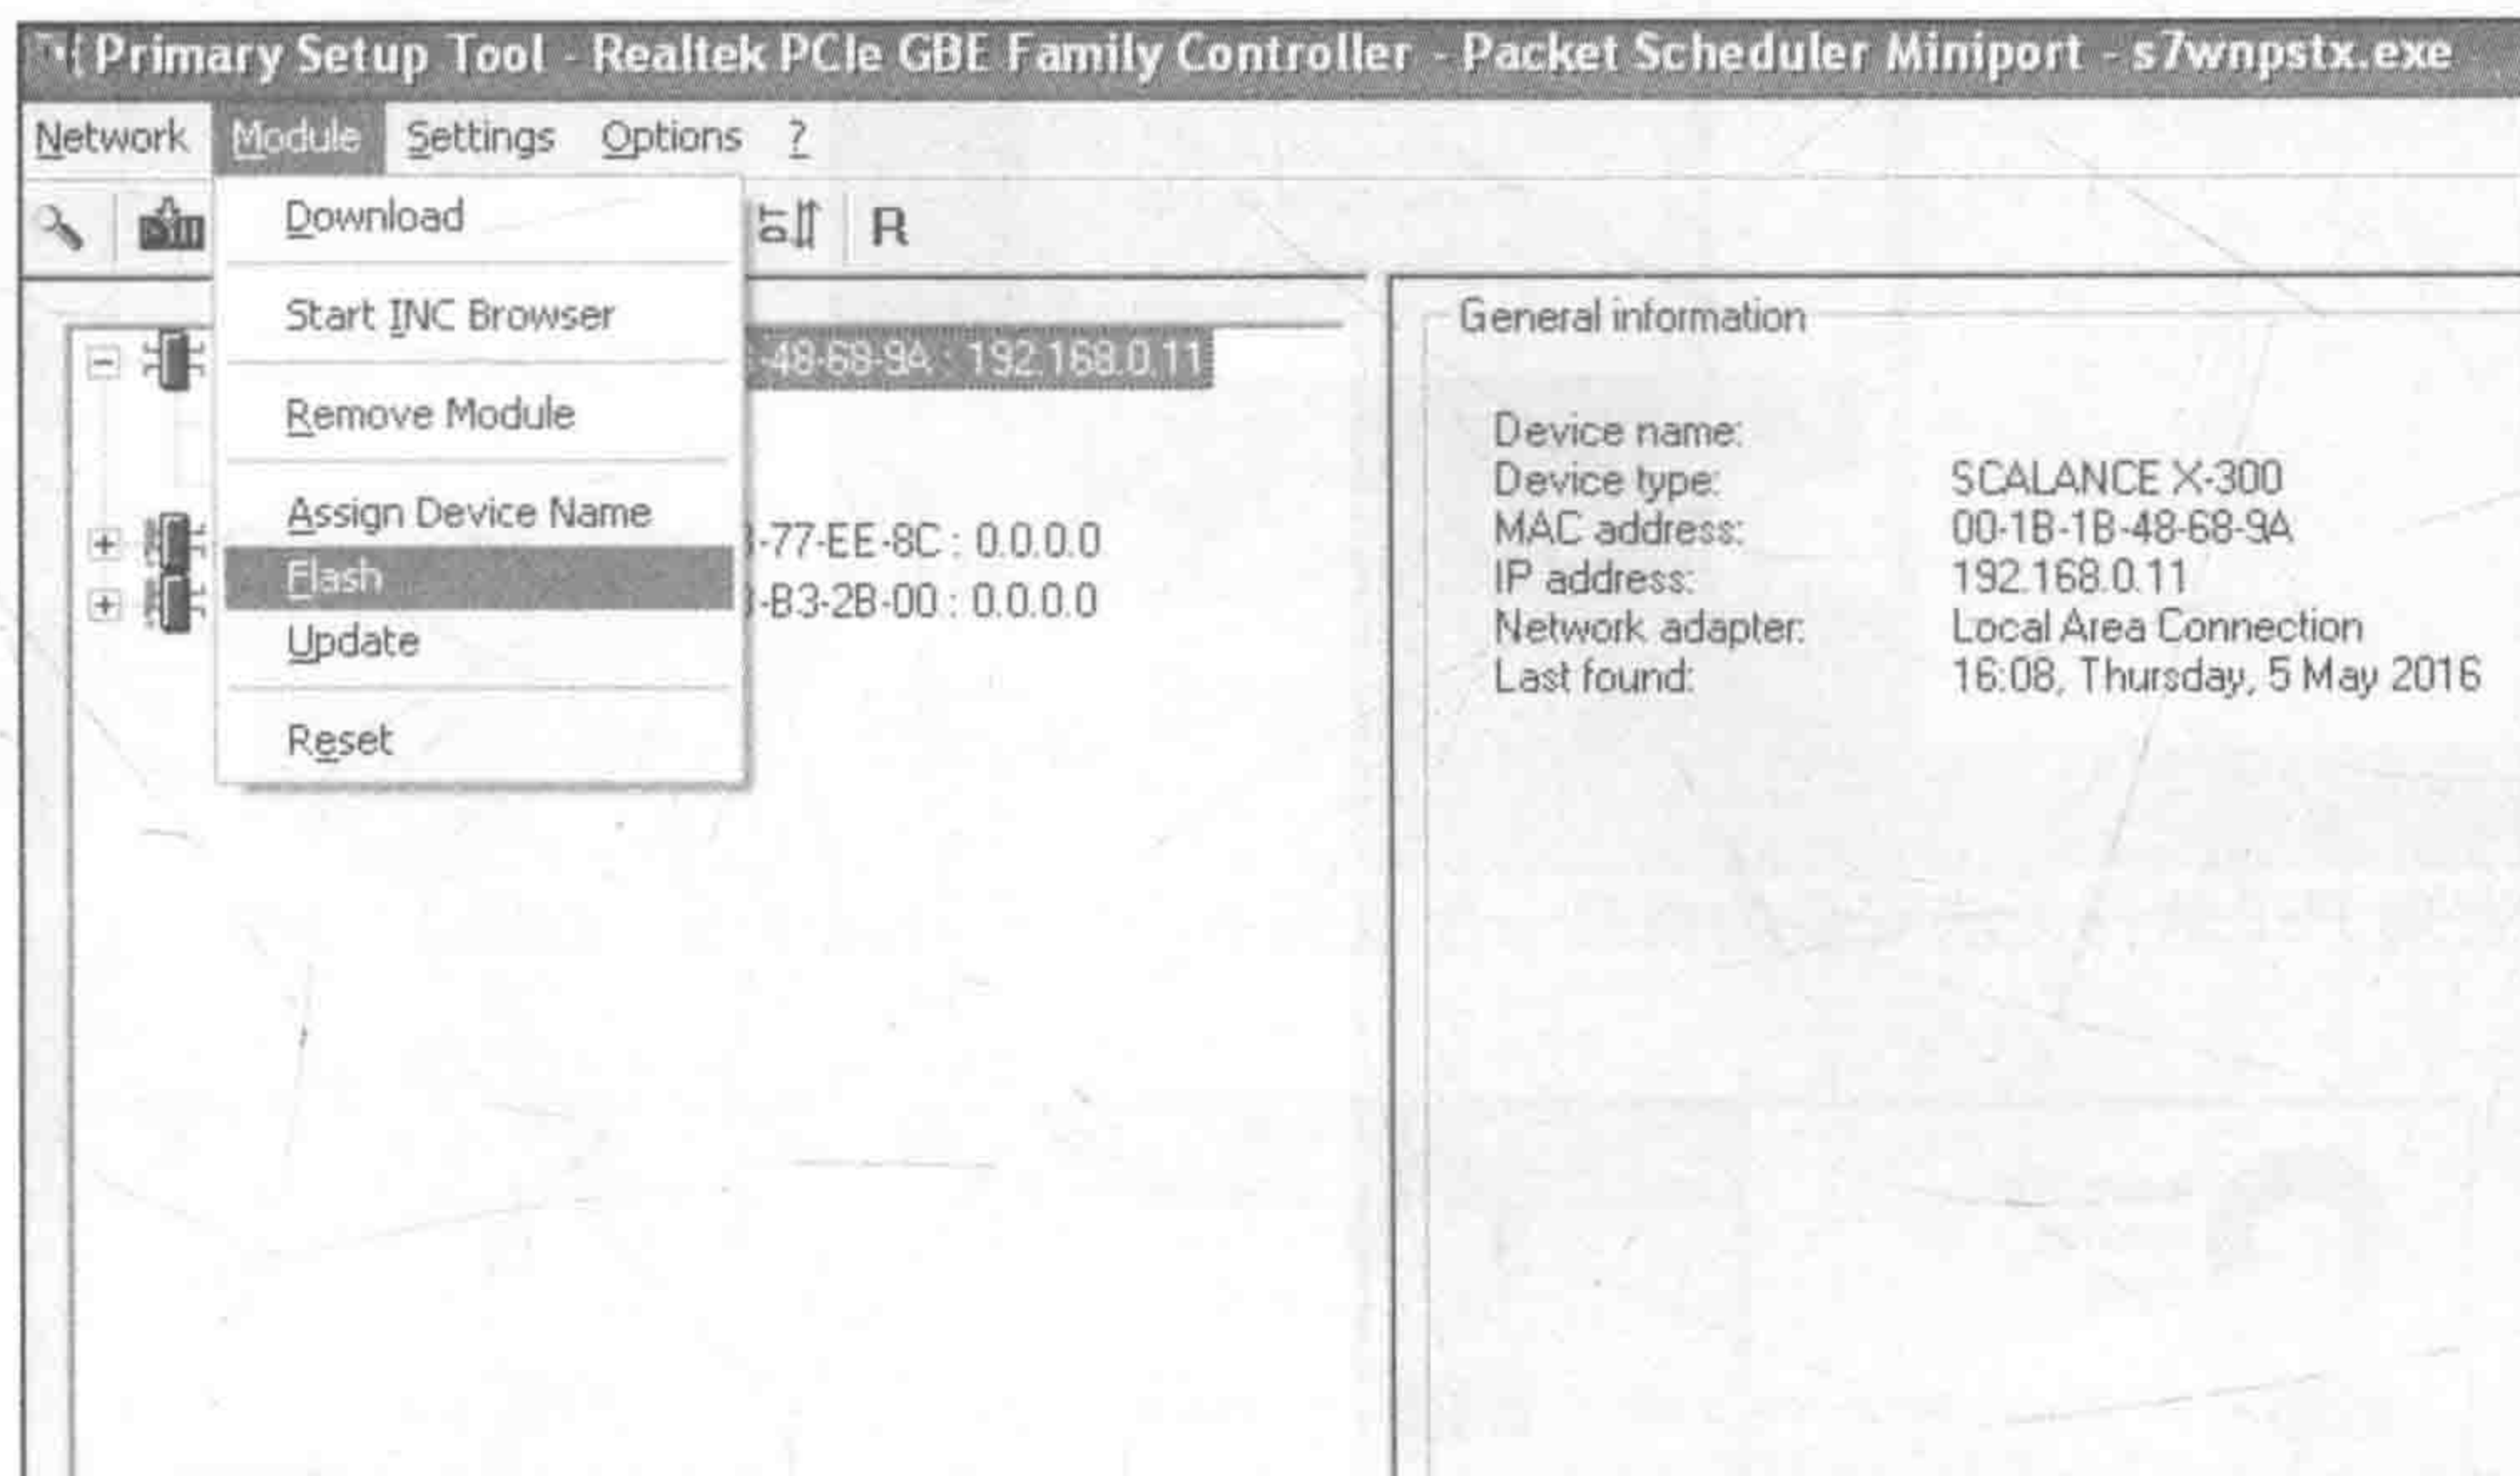

图 1-6 闪烁功能
- 2) 如有多台设备相互连接, 可以基于 MAC 地址判定扫描到的设备与实际哪台设备 (MAC 地址打印于设备表面) 相对应, 或运用软件内闪烁 “flash” 功能区分具体设备, 如图 1-6 所示。